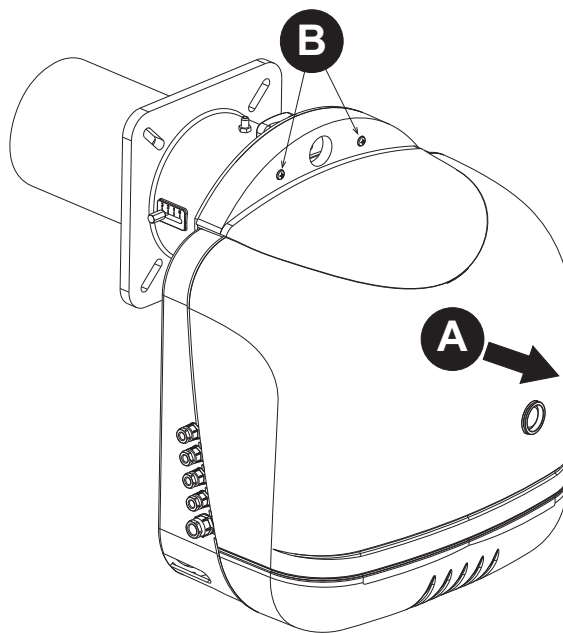

fig. 2b
- 1) Togliere il cofano bruciatore "A" svitando le due viti "B" (fig. 2b).